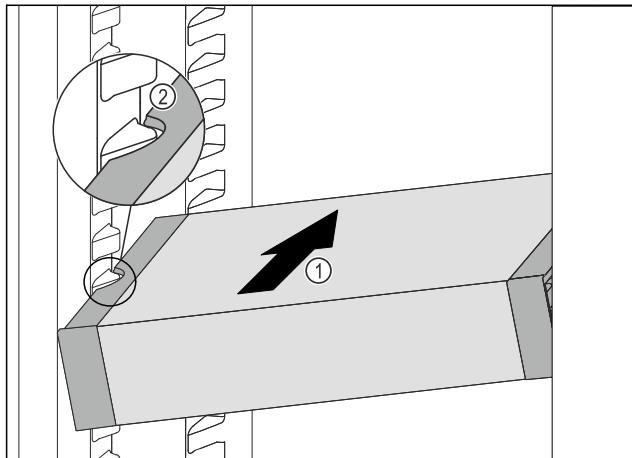

Fig. 88
- Вдвигайте VarioSafe под наклоном в холодильное отделение Fig. 88 (1), пока боковые выемки Fig. 88 (2) VarioSafe не окажутся на высоте выступа резервуара в холодильном отделении.